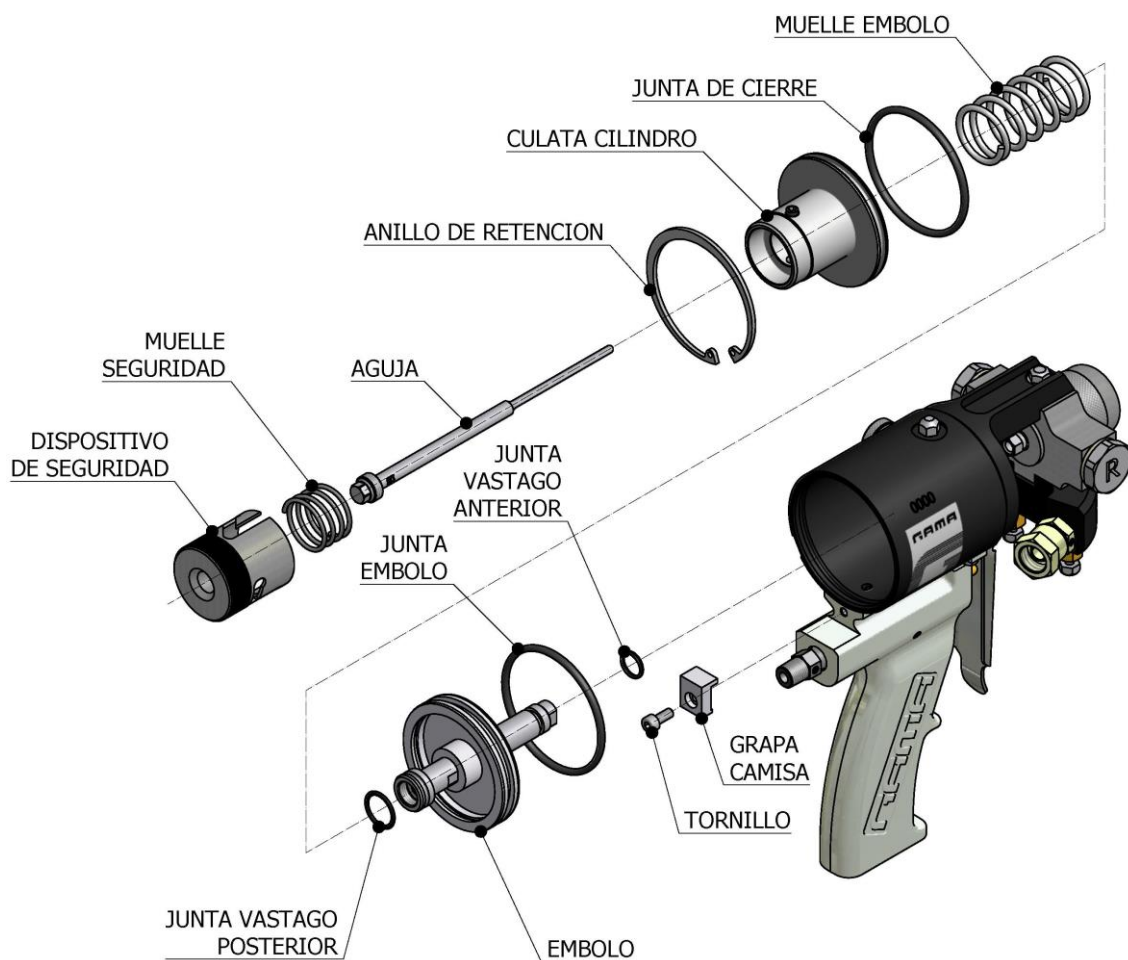

Figura. 23
4. Desenrosque el tornillo que fija la grapa de la camisa en la parte posterior de la pistola (ver **Figura. 23**, pag.28).
5. Desmonte el anillo de retención que posiciona la culata del cilindro utilizando unos alicates para extracción de anillos tipo seeger (ver **Figura. 23**, pag.28).
6. Desmonte la culata del cilindro neumático (ver **Figura. 23**, pag.28).
8. Tire con fuerza del émbolo para extraer todo el conjunto fuera de la camisa del cilindro. Extraiga también el muelle del émbolo (ver **Figura. 23**, pag.28).